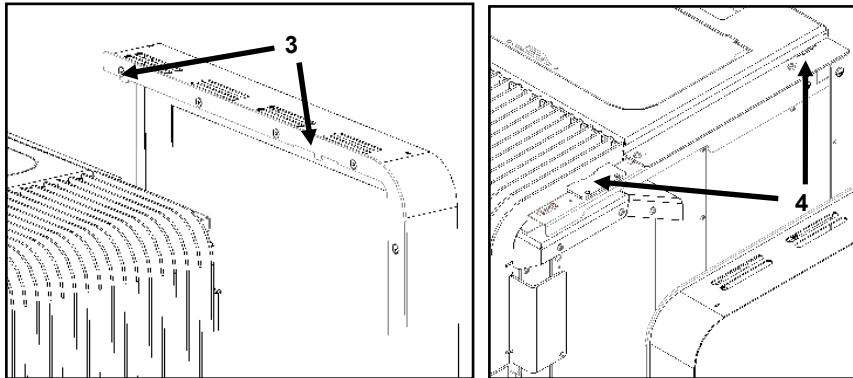

Figura 89 – Colocação das envelopantes Aspen
d) De seguida, encaixar primeiro os furos inferiores **1** das capas laterais, nos guias **2** que se encontram no fundo da máquina, depois no sentido descendente encaixar os apoios **3** nos rasgos **4**, como demonstra a Figura 89.